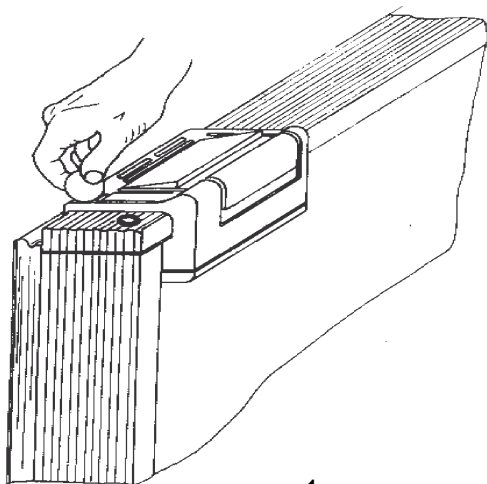

рис.1
- Держите дверь холодильника слегка приоткрытой для проветривания, если вы не используете его в течение долгого времени, на пример, зимой. (рис. 1, 2)